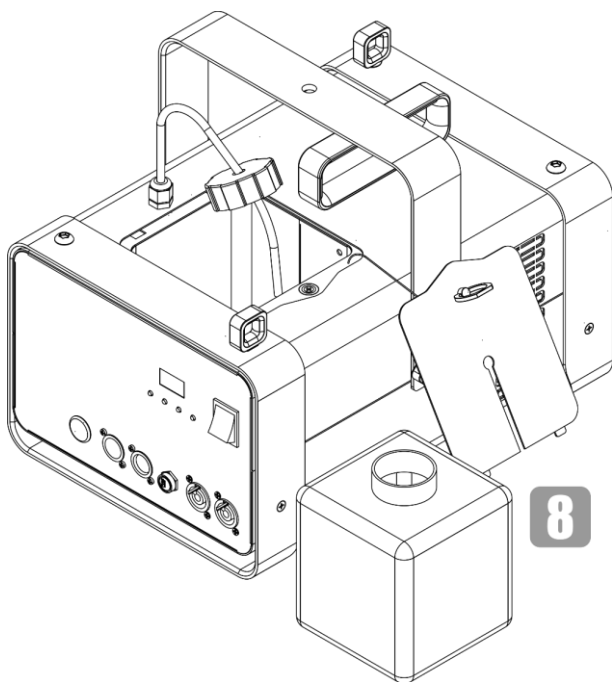

Fig. 27
- 08) Coloque el depósito de fluido en una superficie plana cerca del dispositivo como se indica en la Fig. 27.